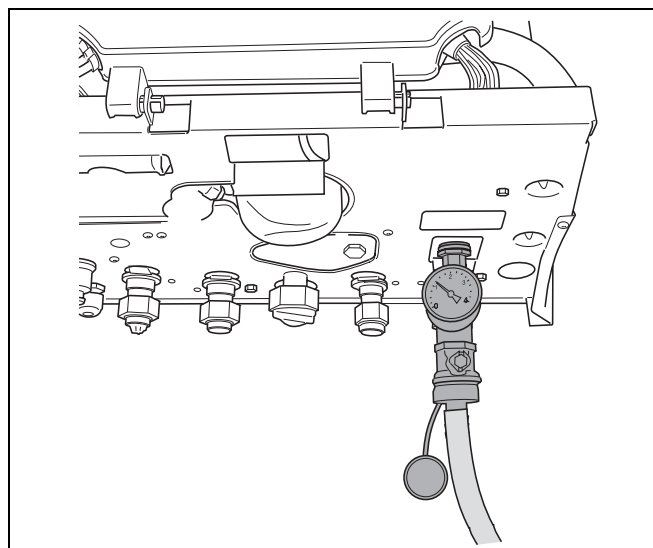

fig. 2 Encher a instalação de aquecimento
- Ligar a mangueira à torneira de enchimento do aparelho (fig. 2).